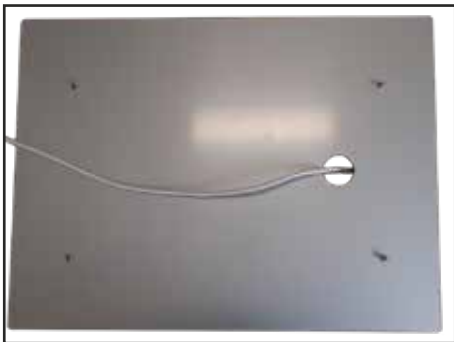

Abb. 06: Standfußteil A aufbringen
5. Standfußteil A mit den vier Löchern auf die vier Gewindebolzen der Heizplatte stecken (Kabelöffnung zur Kabelseite). Beim Auflegen das Netzkabel durch die runde Kabelöffnung ziehen (Abb. 06).